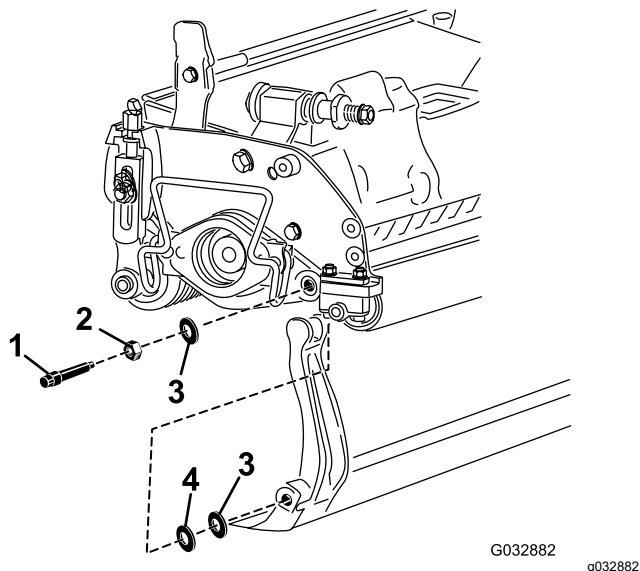

Figure 15
Mettez de côté 2 rondelles en nylon et 1 rondelle en acier à chaque extrémité de la barre d'appui (Figure 15).
- 3. Placez une rondelle en nylon de chaque côté du bossage de la plaque latérale. Placez une rondelle en acier à l'extérieur de chaque rondelle en nylon (Figure 15).